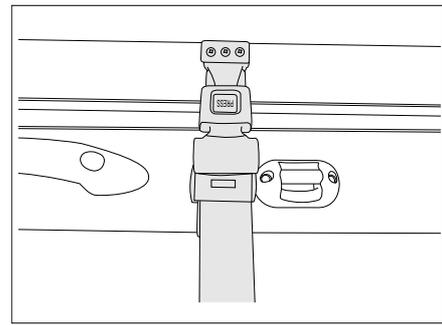

Bild 155 Sicherungsgurt Hubbett manuell
- Das Hubbett mit dem Sicherungsgurt am Dach sichern (Bild 155).